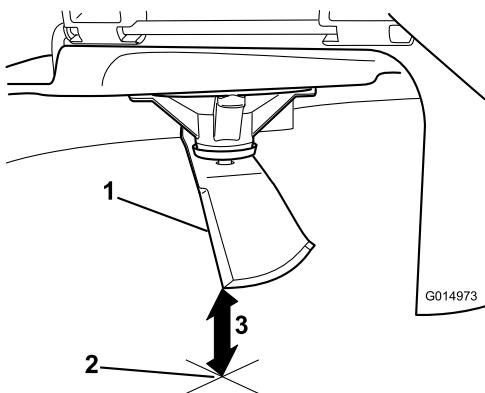

Figura 100
- Mida desde la punta de la cuchilla hasta la superficie plana (Figura 100).